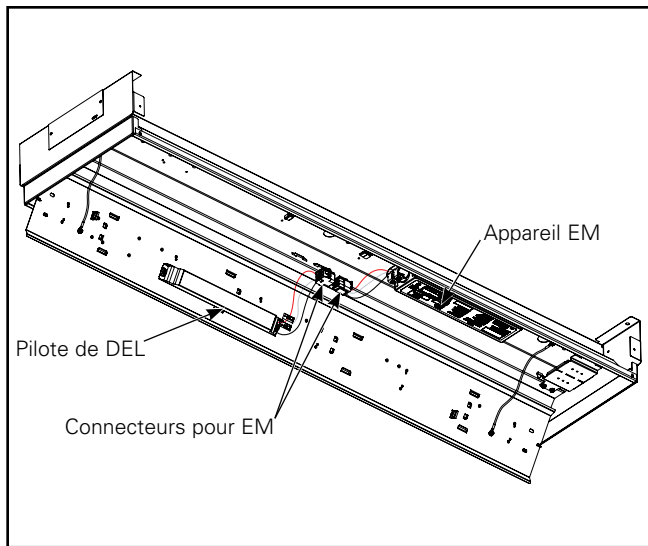

Figure 13.
3. Câblage – Suspendez la plaque métallique de manière à permettre le câblage (Figure 13) et effectuez le raccordement entre l'appareil EM et le pilote DEL. Effectuez les raccords d'entrée de courant (assurez-vous que le courant est hors tension).